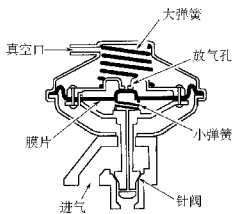

图 5-8 EGR 阀
28. 部件专家 A 说如图 5-8 所示的部件是排放系统中的一个主要部件。部件专家 B 说如图所示的部件是一个 EGR 阀。谁是正确的？